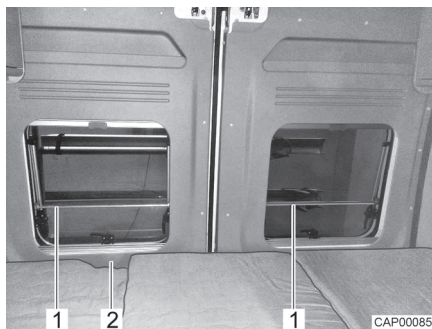

Fig. 32 Protection antichute (lit arrière longitudinal)
- ▷ Les fenêtres des portes arrière sont dotées d'une protection antichute (Fig. 32,1). La porte arrière peut être ouverte de l'intérieur au moyen de la poignée (Fig. 33,2).